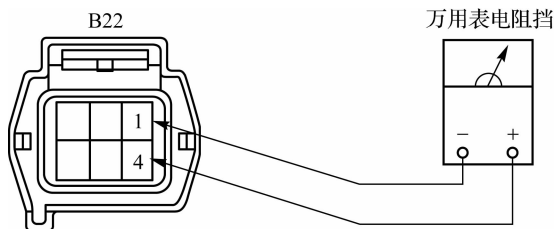

图 2-74 旋变励磁绕组的检查
(1) 在确认点火开关置于 OFF 挡位的情况下, 将电机上旋变传感器 B22 棕色线束连接器拔掉。
(2) 选择万用表电阻挡。
(3) 以旋变励磁绕组为例, 如图 2-74 所示, 红、黑表笔分别接触旋变传感器 B22 棕色插头(公)的 4 脚与 1 脚。